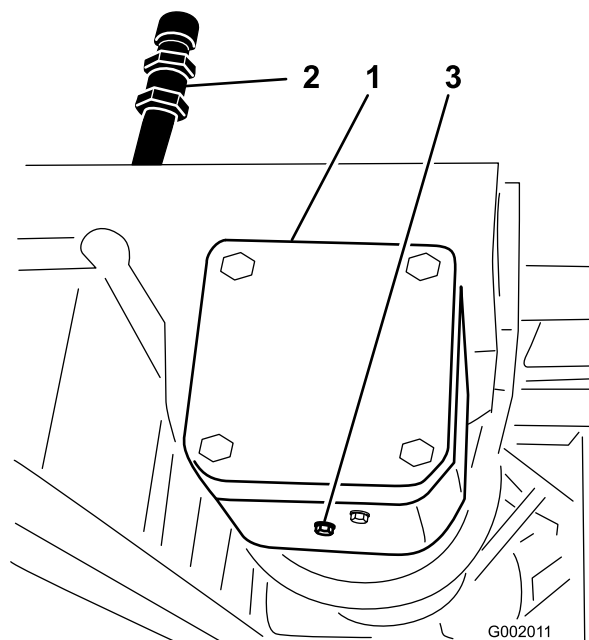

Figure 67
2. Placez un bac de vidange sous le bouchon de vidange du boîtier d'engrenages (Figure 67).
3. Retirez les bouchons de remplissage et de vidange (Figure 67) pour permettre à l'huile de s'écouler dans le bac.